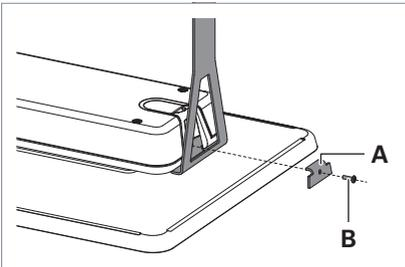

Fig. 5: Kiinnityskulman kiinnitys kattokiinnikkeeseen.
- ▶ Kiinnitä kiinnityskulma **A** ruuvilla **B** kattokiinnikkeeseen, katso Fig. 5.